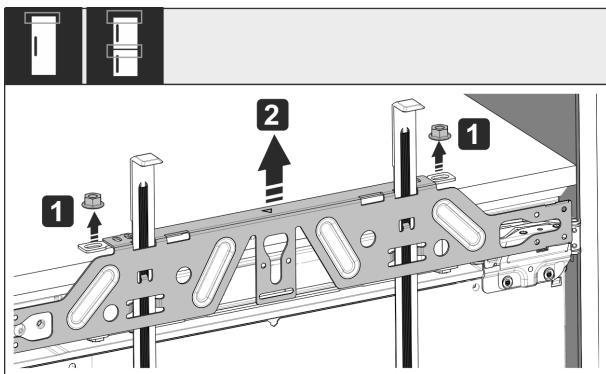

Fig. 54
- ▶ Открутите контргайки Fig. 54 (1).
- ▶ Снимите крепежную поперечину Fig. 54 (2).